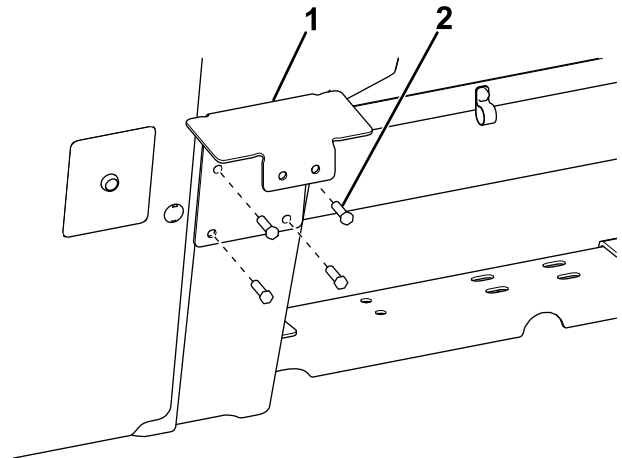

Figure 33
- Pour les épandeurs Forge 2.0, passez à l'opération 4. Pour les épandeurs VBX, placez le support du filtre devant le bord du capot arrière et fixez-le à la trémie avec 4 boulons (5/16 po), comme montré à la Figure 33.